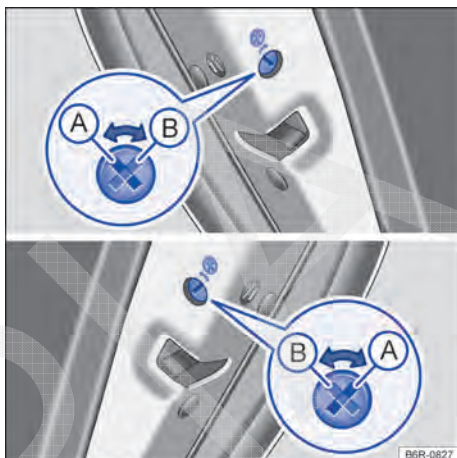

Fig. 18 Nas portas traseiras: trava de segurança para crianças (A) desacionada, (B) acionada.
- Introduzir a haste da chave na ranhura da trava de segurança para crianças para acionar ou desacionar → Fig. 18.
Posição da ranhura → Fig. 18: